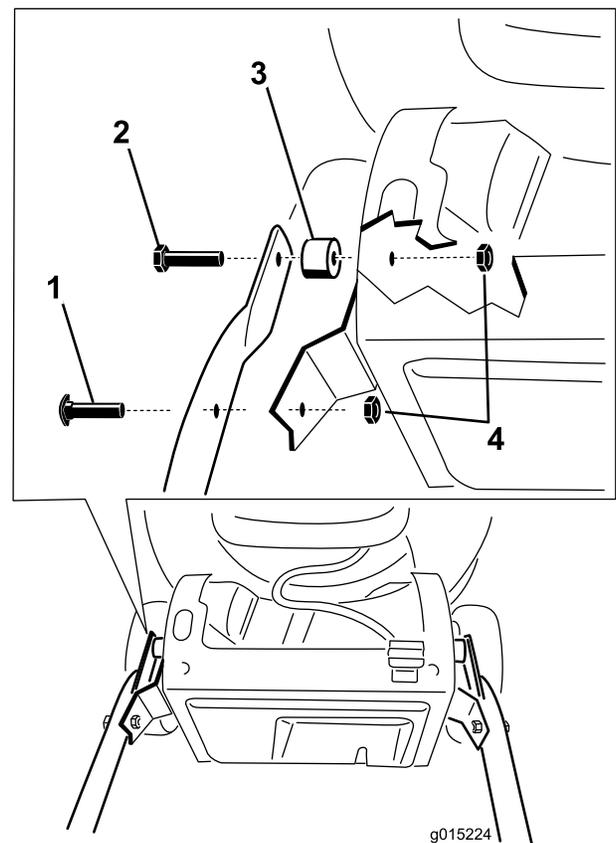

Figura 4
2. Sujete el manillar a la carcasa de la máquina (Figura 4) usando 4 pernos, 4 contratuercas, y 2 espaciadores de la bolsa de piezas sueltas.